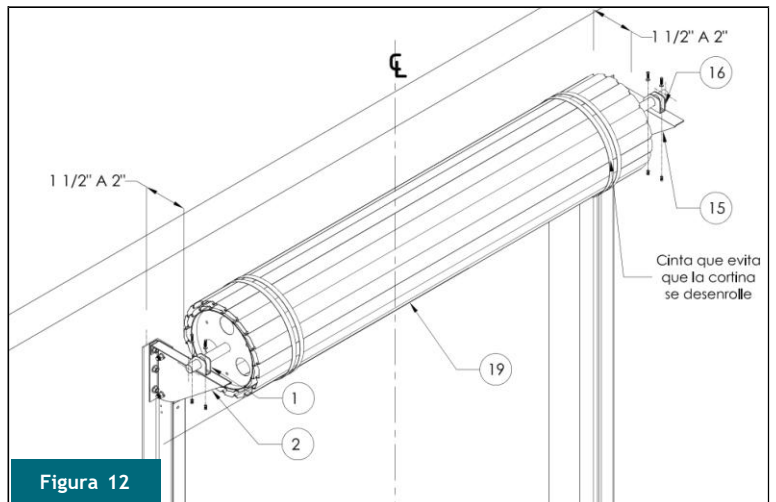

Figura 12
- Ajuste la distancia con respecto a la pared y el extremo de la cortina enrollada entre 1 1/2" a 2" en ambos lados y centre la cortina (19) con respecto al ancho de claro (W). Figura 12
- Ya ubicado el soportes tensión flecha (1) y el soporte de fijo flecha (16) atornille con firmeza en los soportes (2) y (15). Figura 12